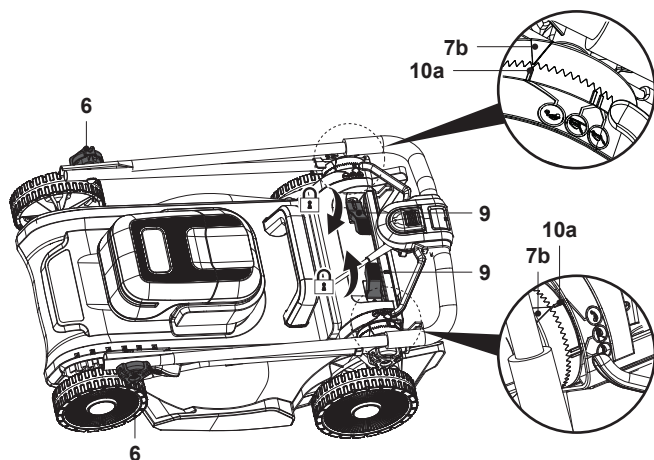

Fig. 24
8. Para poupar espaço, também pode dobrar a pega superior, fixar as ligações (6, 9) e assegurar-se de que o triângulo de indicação (7b) está alinhado com o indicador de estacionamento (10a) para evitar a dispersão (Fig. 24).